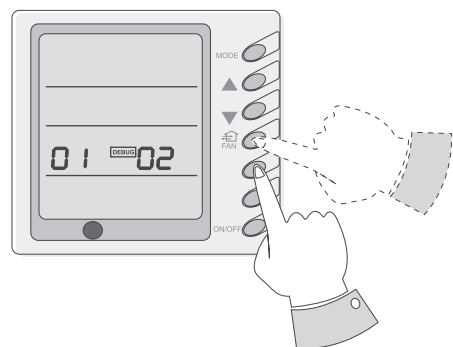

Abb. 12
11) Funktion Testlauf (Abb. 12)